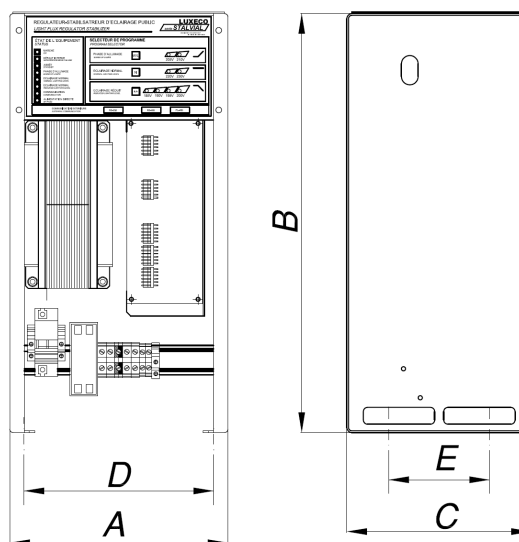

Fig.1
**Régulateur Stabilisateur-installation aux intempéries :** Il convient de le placer au-dessus d'un socle en maçonnerie d'environ 100 mm de hauteur. Prévoir 4 ancrages M-10 de 100 mm de longueur disposés sur le socle en béton selon les dimensions indiquées sur le tableau (Voir fig. 1).